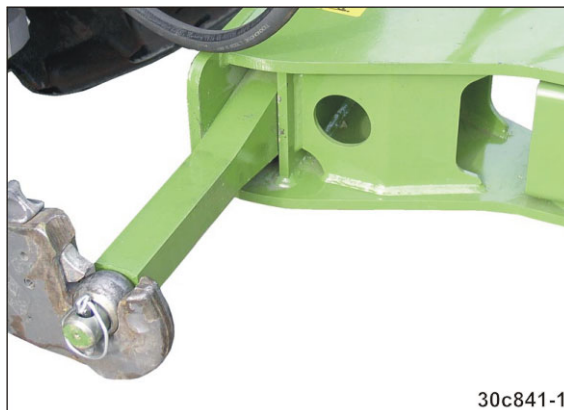

Fig. 157
16. Frigør sikringen (Fig. 157) af traktorens liftarme (se traktorens betjeningsvejledning).